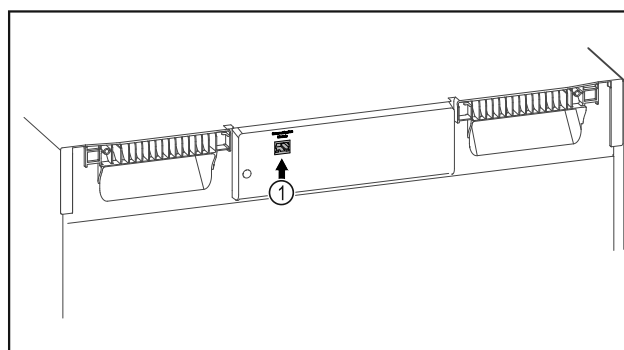

Fig. 105
- ☐ Założono SmartModule Fig. 105 (1).